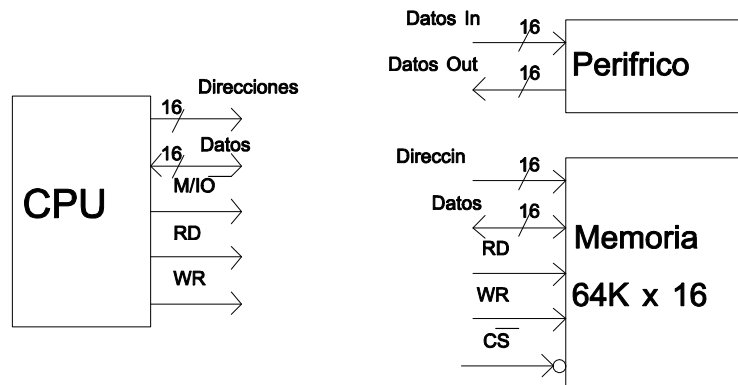

Figura 4. CPU, bloques de memoria y periféricos del problema 3.
3. Se dispone de una CPU, de bloques de memoria, y de periféricos, como se describe en la Figura 4, cuyas características más importantes son las siguientes: